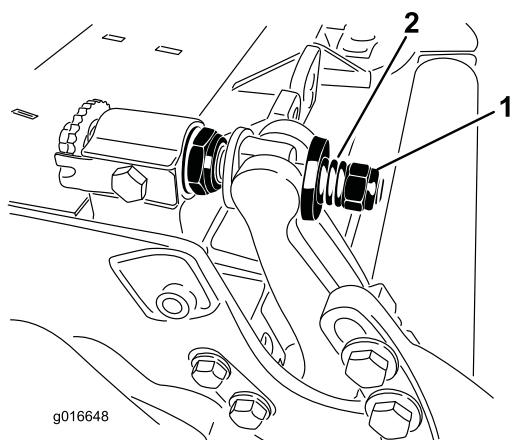

图33
5. 旋紧弹簧加压螺母直到弹簧完全压紧然后往回松开 1/2 圈 图33。
11. 旋紧每个底刀架调节器组件上的螺母直到加压弹簧完全压紧然后往回松开 1/2 圈图33。